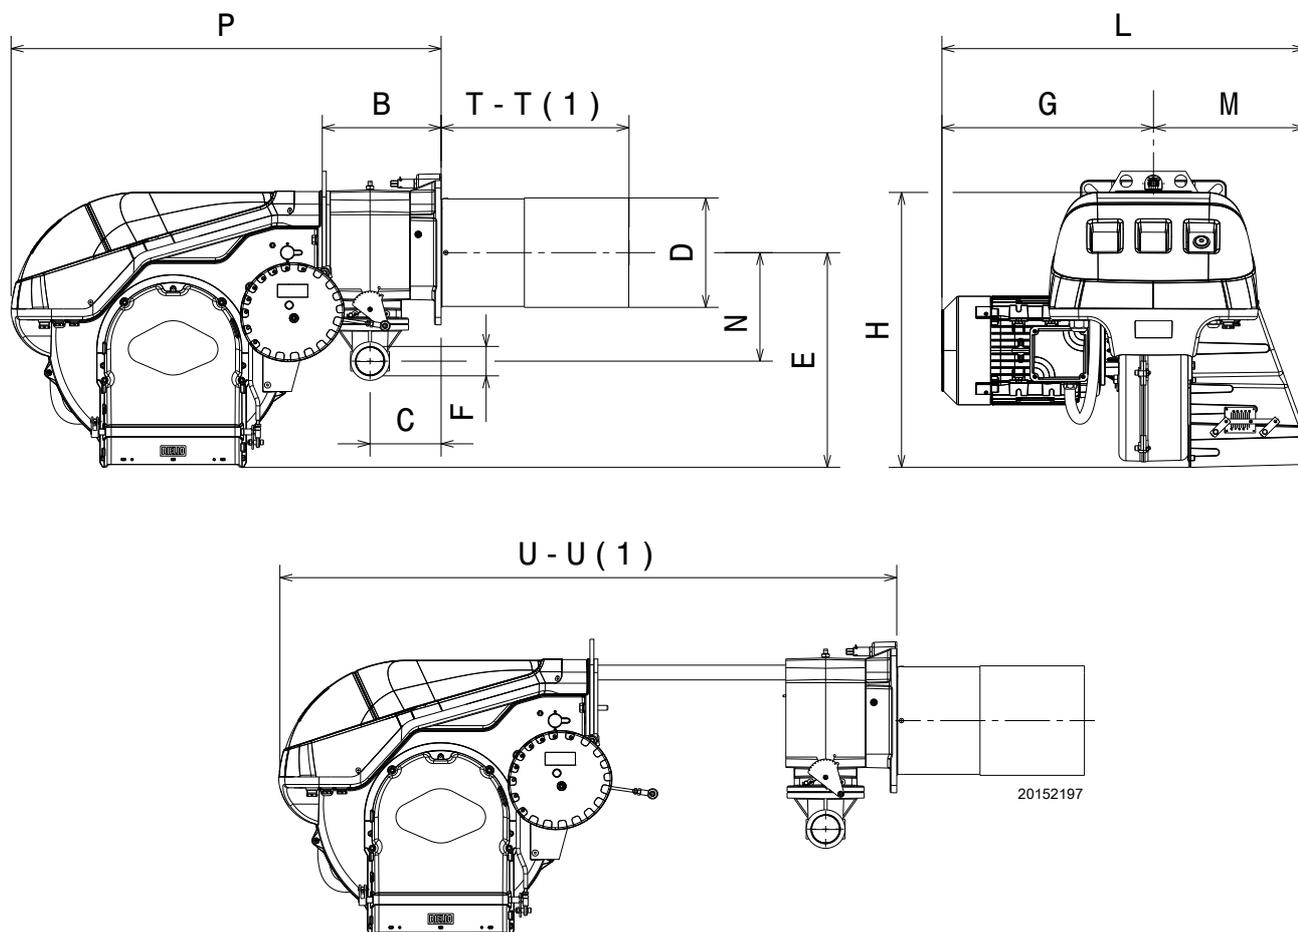

图 1
燃烧器的最大尺寸见图 1。
* 锅炉炉门的最大厚度见尺寸“l”。(图 1 页 8)。